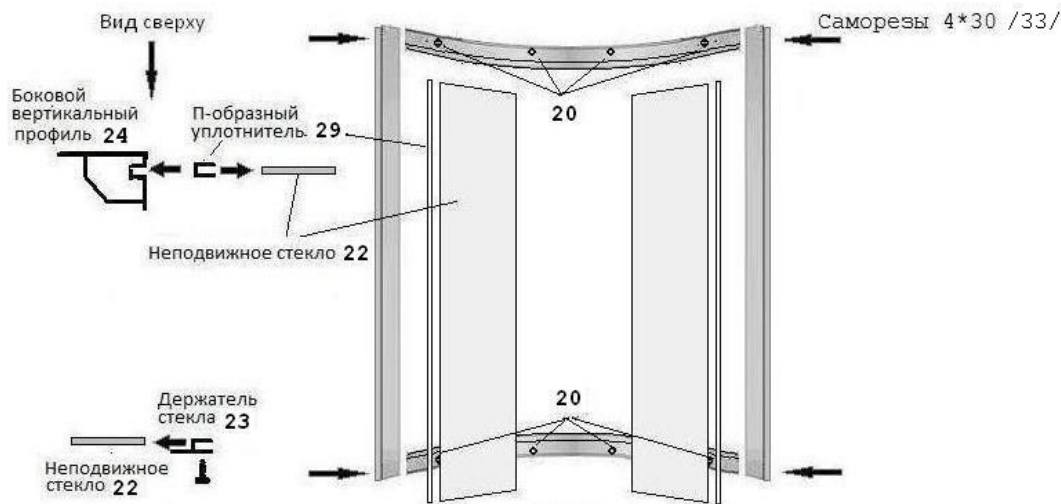

Рис. 4
3.3. Сборка фронтальных стенок (рис.4).